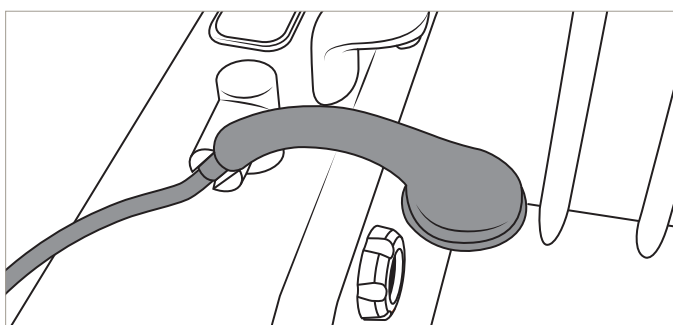

Figure 48
13. Remettre la douchette dans son support. Voir la section Figure 48.